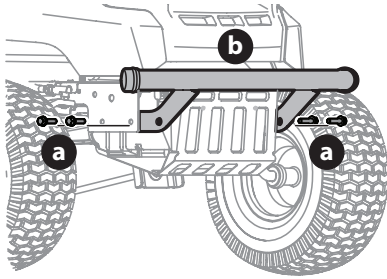

Figure 15
1. Retirez les quatre boulons (a) du pare-chocs (b) (Figure 15).
2. Placez les supports du pare-chocs à l'intérieur du châssis et fixez-les avec les quatre vis hexagonales (a) (Figure 15).